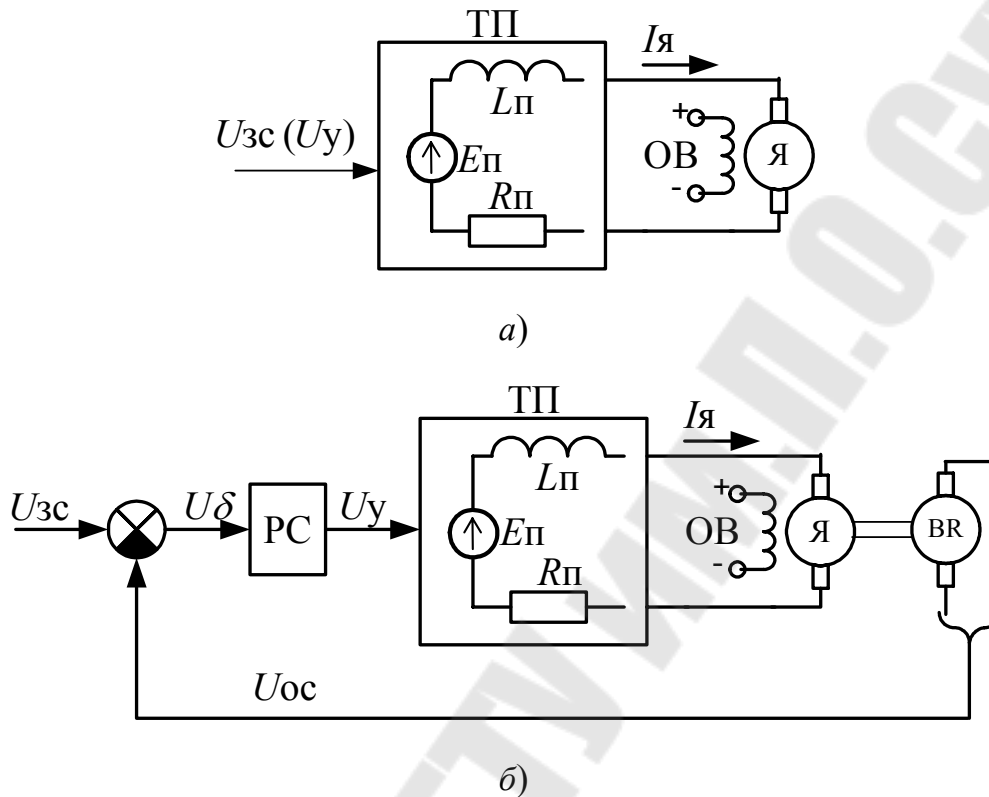

Рис. 2.1. Упрощенные схемы разомкнутой (а) и замкнутой (б) систем
4. Исходные системы уравнений составляются на основе упрощенных схем, представленных на рис. 2.1. Так как обычно $U_{oc.max} = K_{\Gamma\Gamma} \cdot \omega_{max} > 10$ В (допустимое входное напряжение операционных усилителей), то согласование напряжения задания U_{zc} и U_{oc} обеспечивается выбором резисторов для усилителя регулятора скорости (РС) и на упрощенной схеме представляется в виде узла с коэффициентом: